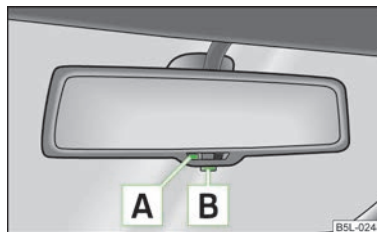

Fig. 39
- Apăsăți tasta **B** » fig. 39, lampa de control **A** se aprinde.